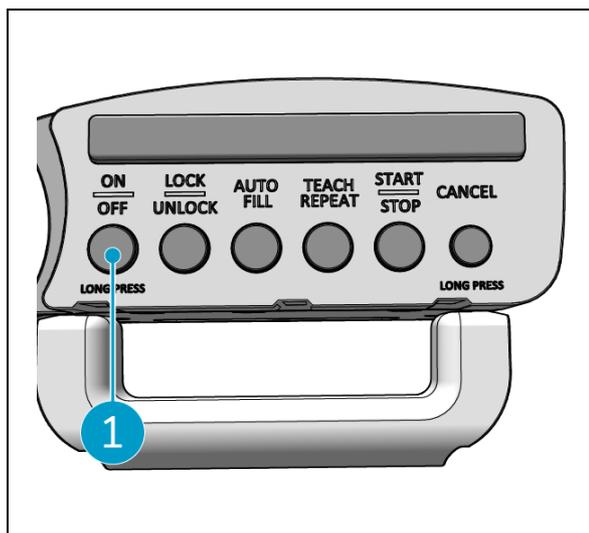

Figure 44
2. Appuyez sur le bouton ON/OFF et maintenez-le enfoncé (Figure 44, pos. 1) sur la manette. Le bouton clignote une fois en rouge et les voyants de la manette s'éteignent.